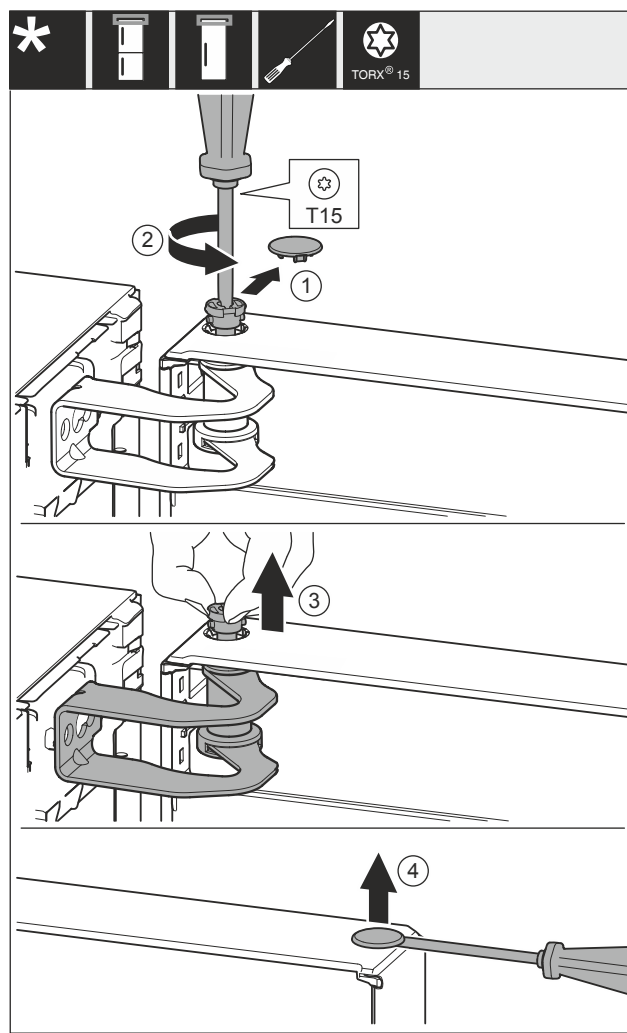

Fig. 28
- Opatrně sejměte kryt Fig. 28 (1).
- Šroubovákem o kousek vyšroubujte čep Fig. 28 (2).
- Čep Fig. 28 (3) vytáhněte prsty.
- Kryt Fig. 28 (4) opatrně nadzvedněte šroubovákem a odstraňte.